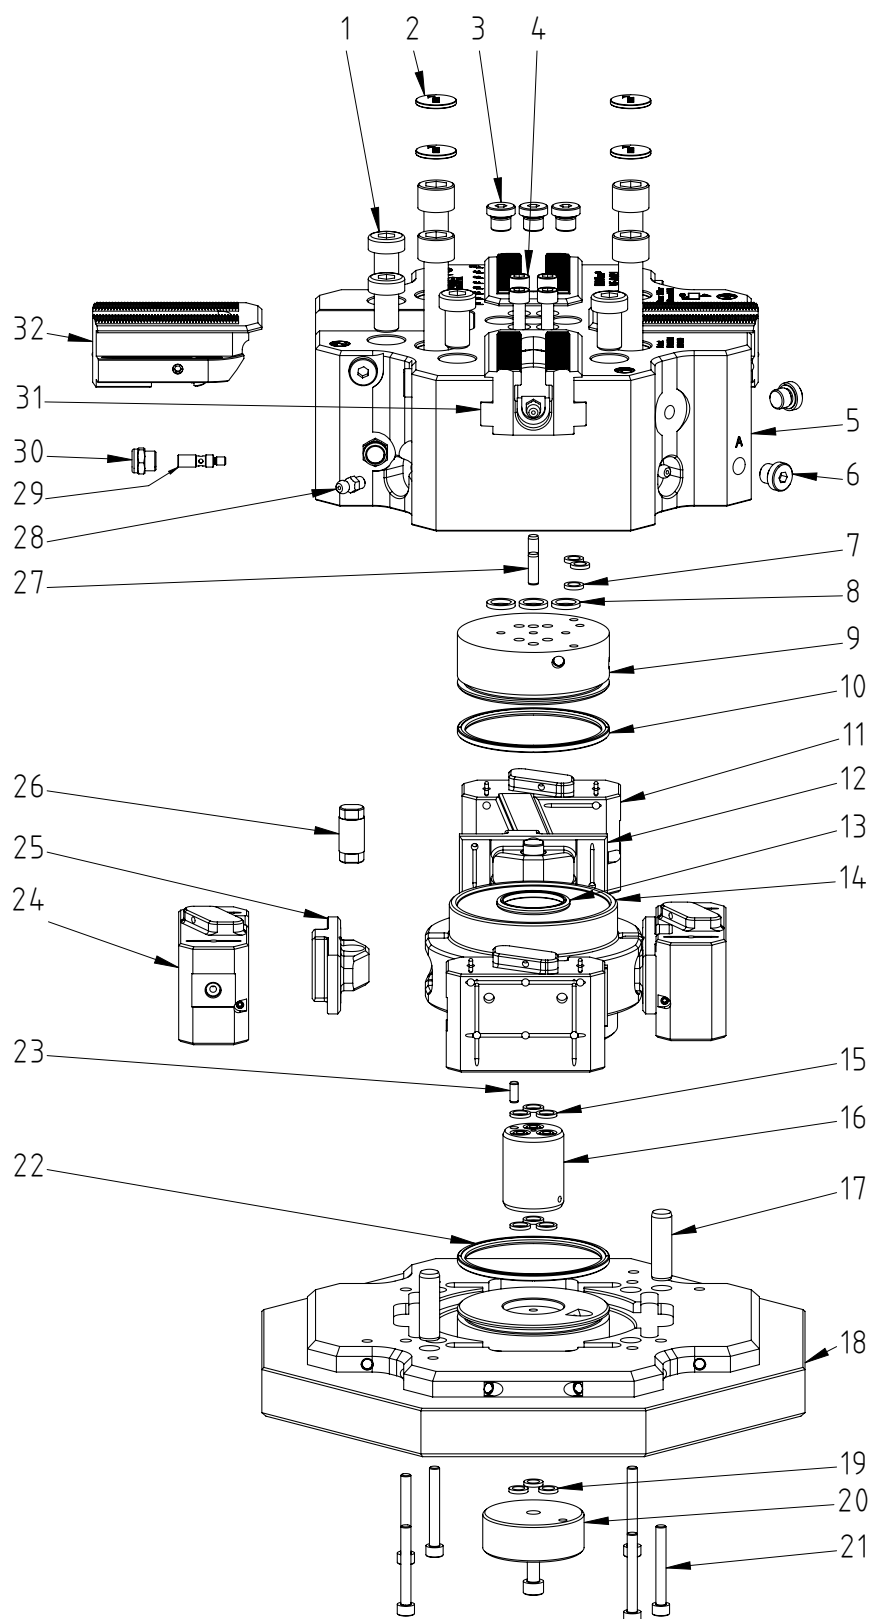

Fig. 8-1: Piezas de repuesto VF-A 021
- Paso 1** Busque la pieza de repuesto que necesita con ayuda de la Fig. 8-1 [...▶ 49].